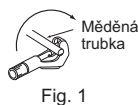

Fig. 1
- 1) Proveďte správné zaříznutí měděné trubky pomocí trubkořezu. (Fig. 1, 2)